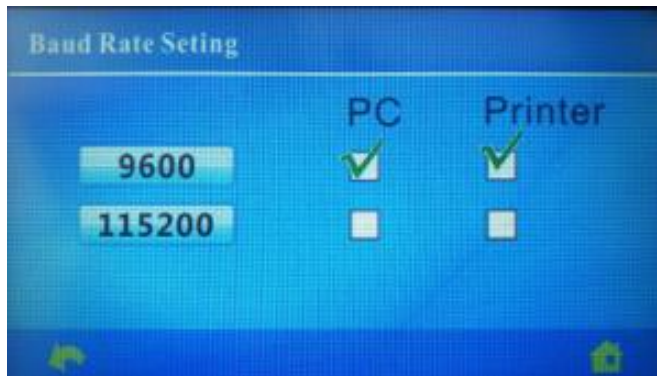

Рис.14
2) **Baud Rate Setting** (Установка скорости порта RS232/принтера рис.14)